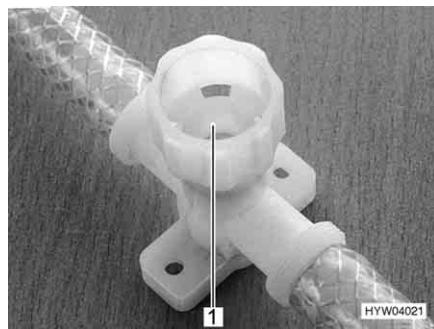

Fig. 125 Rubinetto di scarico per scaldacqua
- Chiudere tutti i rubinetti di scarico. A tal fine ruotare i coperchi (Fig. 125,1) in senso orario.
- Aprire tutti i rubinetti di scarico dello scaldacqua. A tal fine ruotare i coperchi (Fig. 125,1) in senso antiorario.